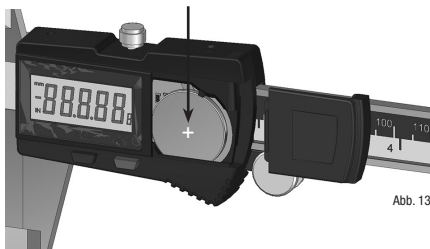

Abb. 13
- Zum Einsetzen einer neuen Batterie (Abb. 13) diese mit der Plus-Seite (+) nach oben in das Batteriefach legen; die Batterie wird gehalten. Den Batteriedeckel ausrichten, mit ein wenig Kraft nach links andrücken, bis der Deckel mit einem Klickgeräusch einrastet. Auf dem Werkzeug wird die Hauptmessanzeige dargestellt.